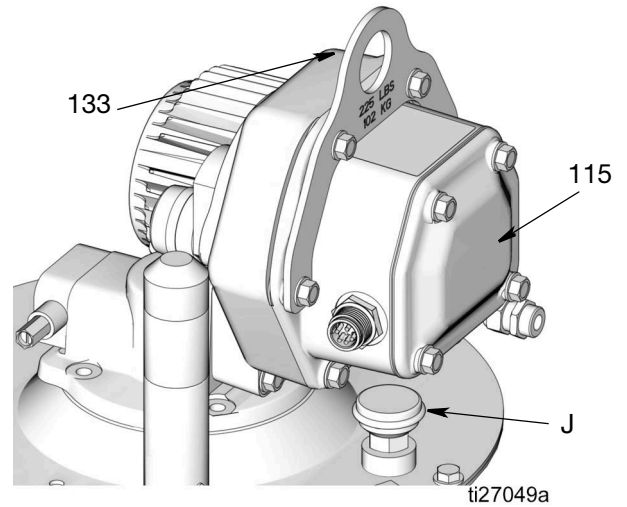

图 9
注意: 将泵正确安装到储罐后, 呼吸器 (J) 将低于控制箱 (115), 如图 9 所示。